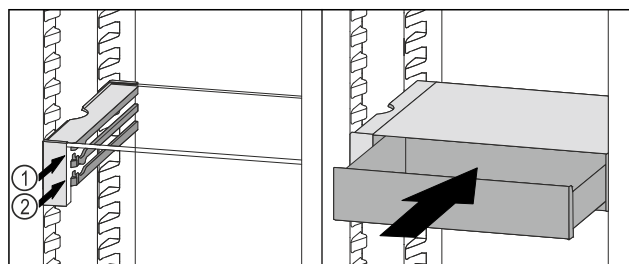

Fig. 105
- ▶ Sæt VarioSafe-skuffen ind bag stoppene på den ønskede ribbe Fig. 105 (1) eller Fig. 105 (2).